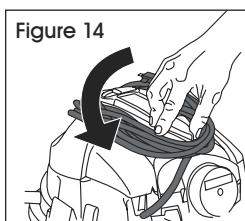

Figure 14
- Pour retirer le cordon des enrouleurs à cordon, saisissez les côtés de l'enrouleur à cordon arrière situé derrière la poignée. Tournez dans le sens antihoraire de 180° jusqu'à ce que la pointe de l'enrouleur à cordon soit au-dessus de la poignée. (Voir Figure 14)